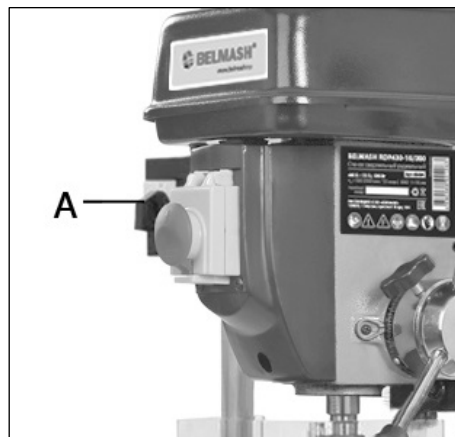

Рисунок 14.
Сначала отключите станок и установите соответствующий режущий инструмент. Затем установите переключатель (A) (рис. 14) в нужное положение. Всего положений три: (L) – вращение против часовой стрелки, (R) – вращение, (0) – положение отключения магнитного пускателя. Затем включите станок.